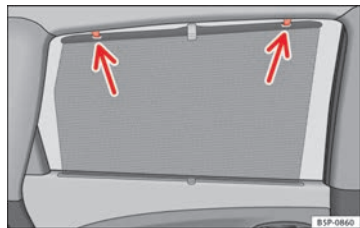

Fig. 78 Persiana de la puerta trasera.
- Desenrolle la persiana y engánchela en los ganchos situados en el marco superior de la puerta ⇒ fig. 78.